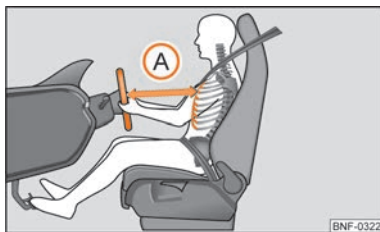

Fig. 71 Den rigtige afstand mellem fører og rat
- Indstil rattet, så afstanden mellem rattet og førerens brystben er mindst 25 cm ⇒ Fig. 71 (A).
- Føreren skal have en afstand på mindst 25 cm til rattet ⇒ Fig. 71 (A). Hvis du ikke overholder minimumsafstanden, kan airbagsystemet ikke beskytte, som det skal – livsfare!